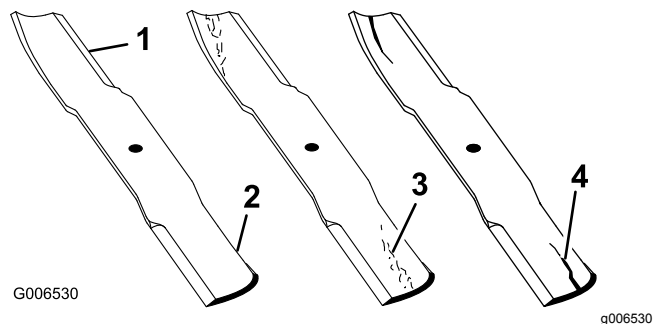

Figura 43
1. Inspeccione los filos de corte (Figura 43).
2. Inspeccione las cuchillas, especialmente la parte curva (Figura 43).
Nota: Si observa daños, desgaste o la formación de una ranura en esta zona (elemento 3 en la Figura 43), instale inmediatamente una cuchilla nueva.